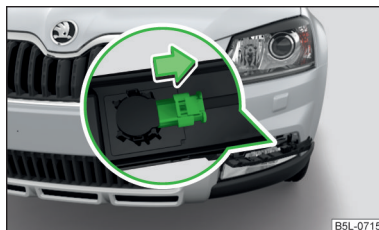

Fig. 199
- Scoateți cu grijă conectorul de la grilajul de protecție, în sensul săgeții » fig. 199. ■
- Introduceți conectorul în grilajul de protecție » fig. 199 la pagina 248²⁾.